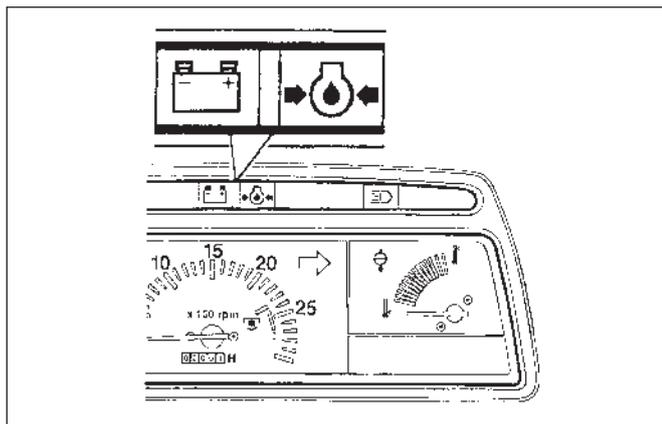

FIG. 5-4
**FIG. 5-4:** Les lampes témoins de batterie et de pression d'huile moteur de la bande des témoins devraient s'éteindre quand le moteur démarre. Si l'un de ces témoins reste allumé, arrêtez immédiatement le moteur et recherchez la cause du problème.